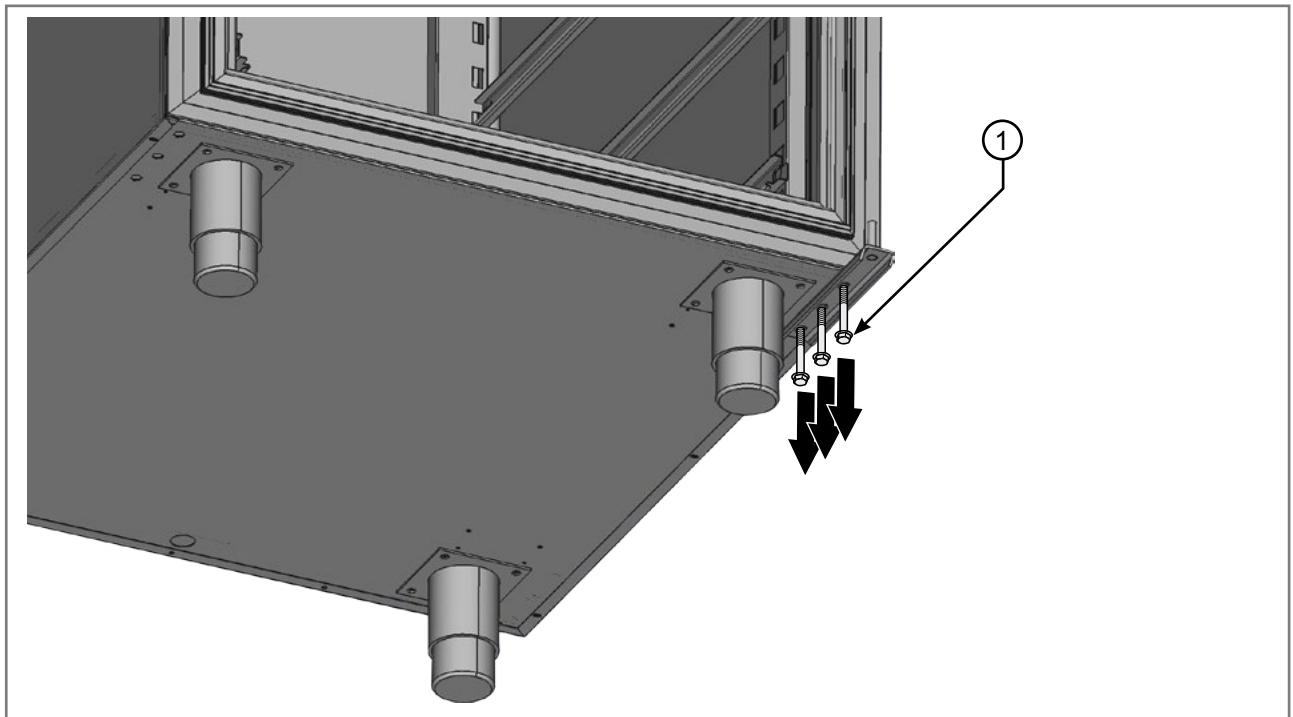

Abb. 3.22 - Schrauben der unteren Türangel
- Lösen Sie die 3 Schrauben der unteren Türangel (1 – Abb. 3.22).